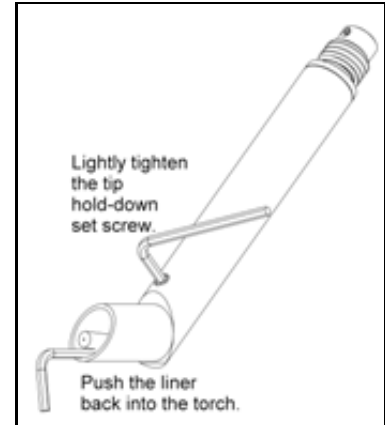

FIGURE 5-4. INSERTION DU LINER
4. Serrez légèrement la vis de réglage de maintien de l'embout, en vous assurant que votre positionnement est tel qu'illustré sur la Figure 5-4.